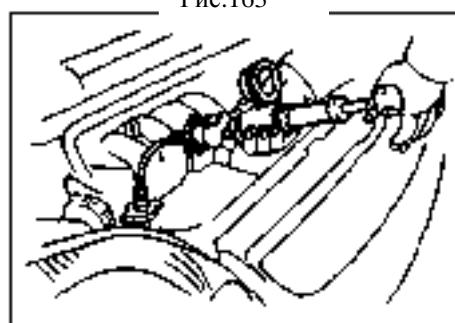

Рис.163
1. Проверьте отсутствие утечек в системе охлаждения (рис.163).